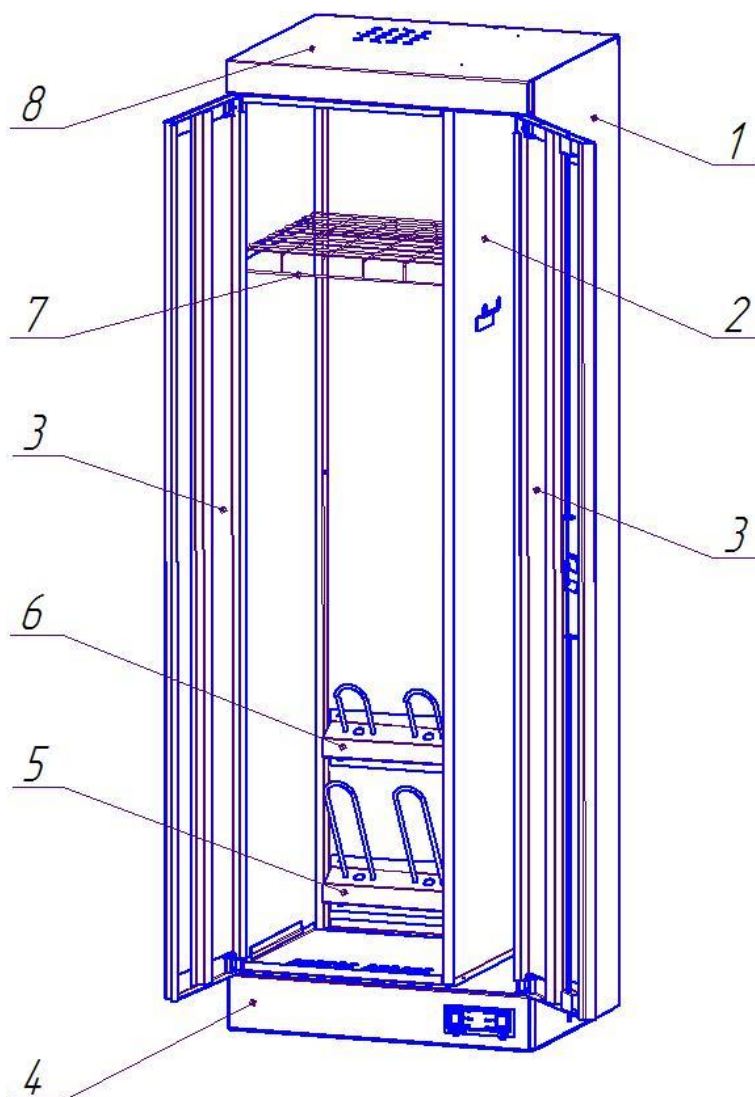

Рис. 1 Шкаф сушильный Универсал 2000
- 3.1. Шкаф сушильный (рис.1) состоит из металлического корпуса (поз.1), разделенного по ширине на две секции перегородкой (поз.2), с двумя дверьми (поз.3), на одной из которых установлен замок с тяговым механизмом. Большая секция предназначена для сушки, меньшая – для хранения.